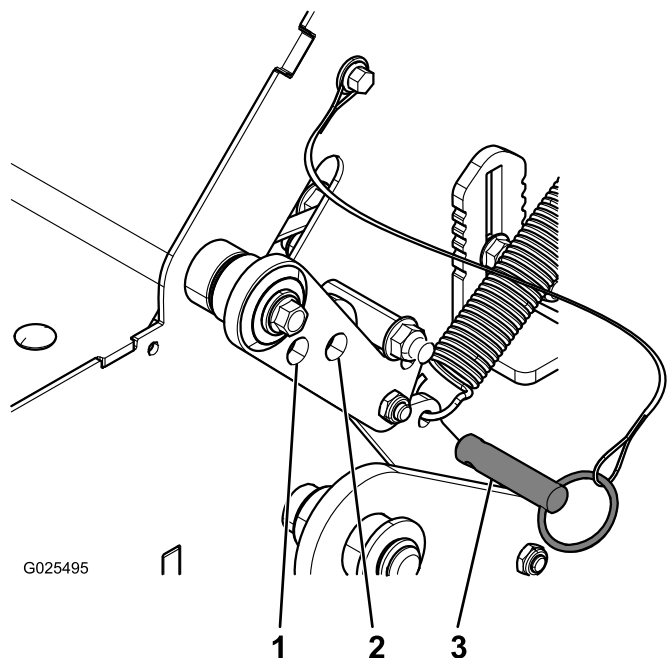

Рисунок 16
2. Извлеките транспортировочный стопорный штифт из подпружиненного кронштейна и вставьте его в верхнее отверстие для хранения во время выполнения аэрации (Рисунок 16).